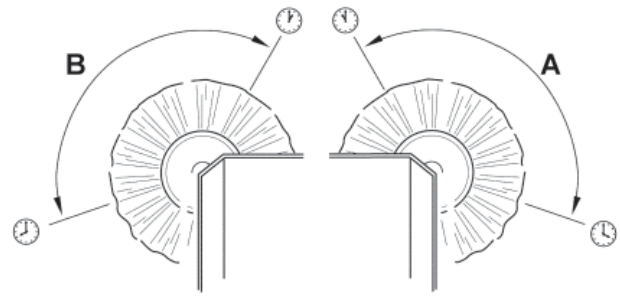
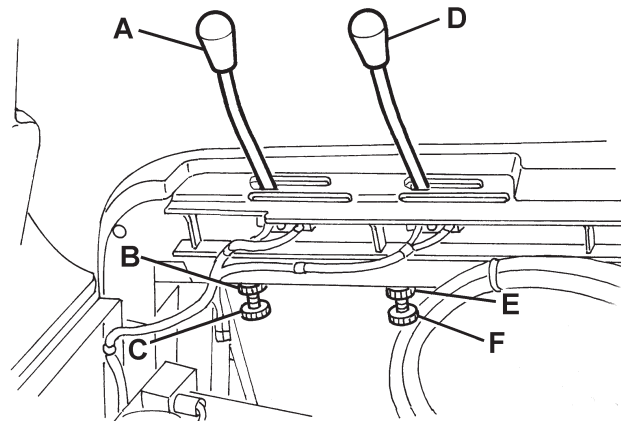

Abbildung 9
Abbildung 10
- Prüfen, ob die Seitenbesenspuren hinsichtlich Ausdehnung und Ausrichtung der Abbildung (A und B, Abb. 9) entsprechen.
2. Feststellbremse mit dem Pedal (75) und dem Hebel (68) betätigen.
3. Zündschlüssel (69) in Stellung 0 drehen.
4. Haube (22) öffnen und mit der Stützstange (36) sichern.
5. **Für den rechten Seitenbesen:** Hebel (A, Abb. 10) durch Lösen der Mutter (B) und Betätigen der Einstellvorrichtung (C) bis zum Erhalt der richtigen (A, Abb. 9) Spur verschieben. Einstellvorrichtung mit der Mutter (B, Abb. 10) sichern.
Für den linken Seitenbesen: Hebel (D, Abb. 10) durch Lösen der Mutter (E) und Betätigen der Einstellvorrichtung (F) bis zum Erhalt der richtigen (A, Abb. 9) Spur verschieben. Einstellvorrichtung mit der Mutter (E, Abb. 10) sichern.